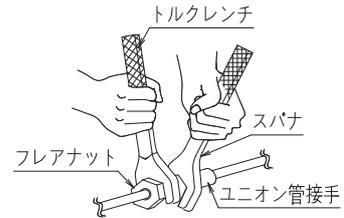

図 2
- ユニット本体に配管を接続したり、取り外したりする際は、必ずスパナとトルクレンチを2丁使用して行ってください。（図2参照）